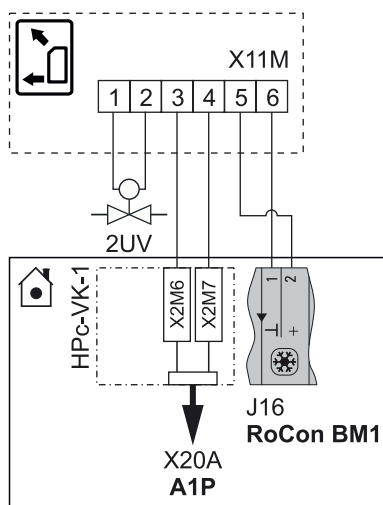

Fig. 4-41 Collegamento ROTEX HP convector ad ROTEX HPSU compact
- Collegamento elettrico del ROTEX HP convector con i seguenti accessori in base a fig. 4-41 come contatto di commutazione (riscaldamento/raffreddamento) al modulo base.